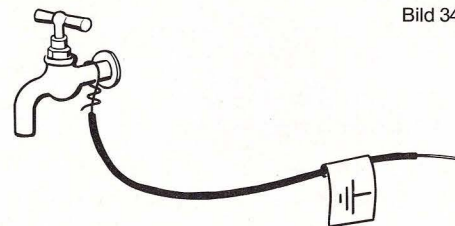

Bild 342
- () Das lange Ende unter die Ventilschraube der Zentralheizung klemmen oder um ein blankes Metallteil des Wasserhahns (darf nicht angemalt sein) kneten (Bild 342).